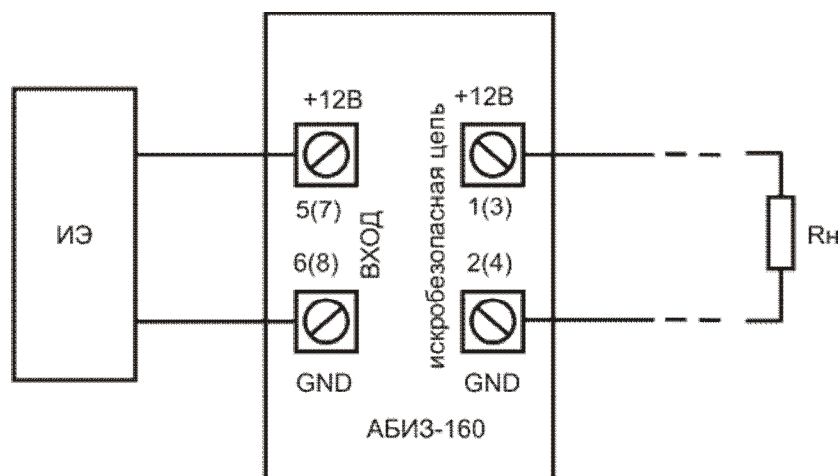

Рис.4 – Клеммные соединения барьера АБИЗ-160.
9.4 Активный барьер АБИЗ-160 подключается в соответствии с маркировкой рис.4.